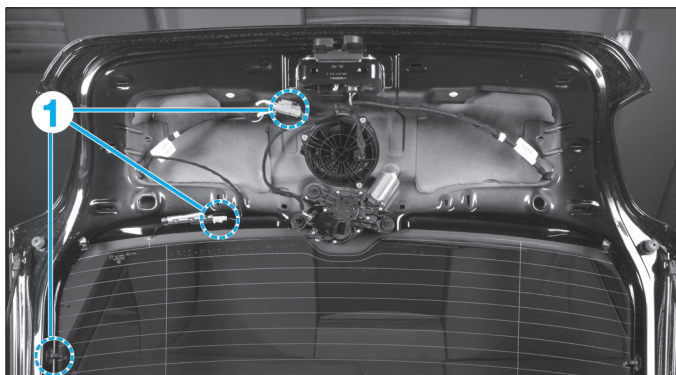

FIG. 123
- Débrancher les connecteurs (1) (Fig.123).